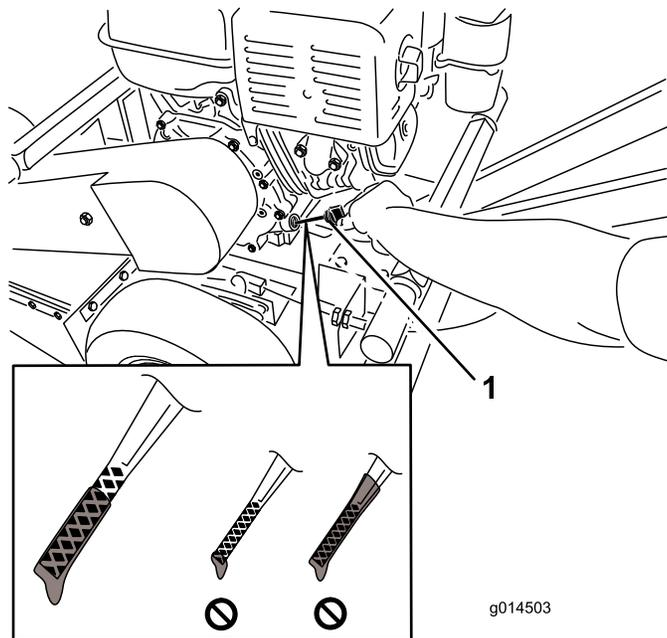

Figure 7
6. Ressortez la jauge et examinez son extrémité. Le niveau d'huile doit atteindre le haut de la plage supérieure (Figure 7).